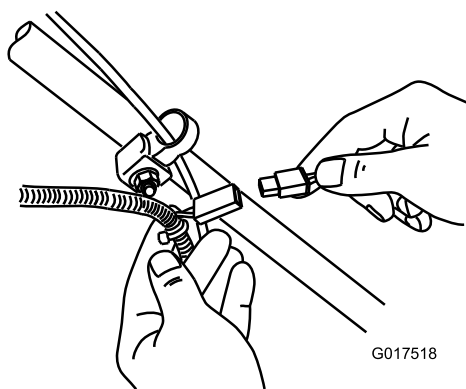

Figure 34
1. Branchez le chargeur au faisceau de câblage situé sous la clé de contact (Figure 34).